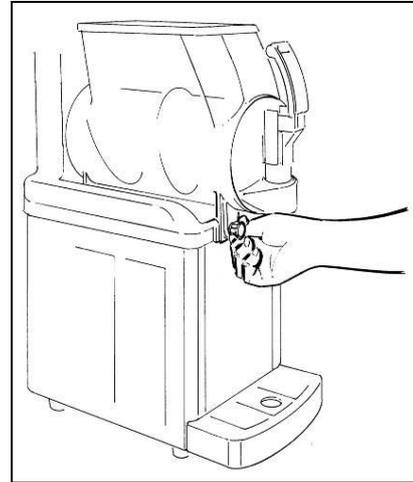

Fig. 5
- **S**vitare e sfilare i pomelli (fig.5).